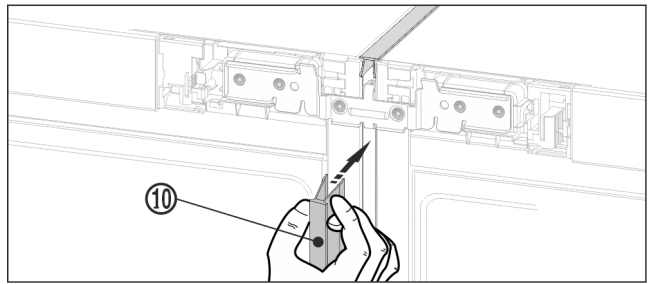

Fig. 22
- À l'avant, pousser la baguette longue Fig. 22 (10) dans la fente verticale. Veiller à ce que la baguette repose sur la tôle de jonction.